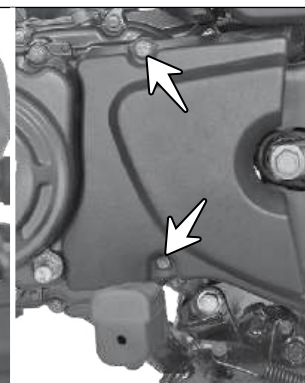

Fig. 3.35B
- Remova os parafusos M6x25 (setas) de fixação da tampa do pinhão da transmissão e remova a tampa do pinhão da transmissão. (Fig. 3.35B)